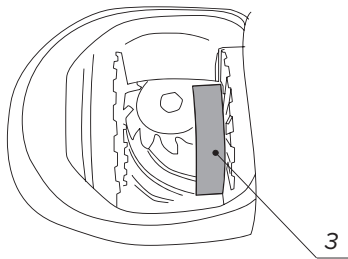

Рис. 4
4. Установите дистанционное кольцо [2], расположив его большим внутренним диаметром к полуосевой муфте (рис. 4):